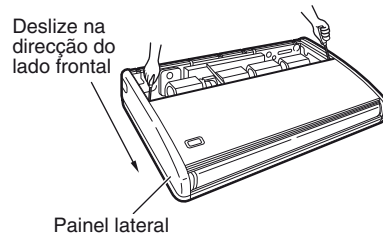

**Fig. 3-8**
- (4) Aparafuse os parafusos de suspensão, deixando-os protuberantes desde o tecto (Figs. 3-6 e 3-7). A distância de cada parafuso exposto deve ser igual dentro de 50 mm. (Fig. 3-8)